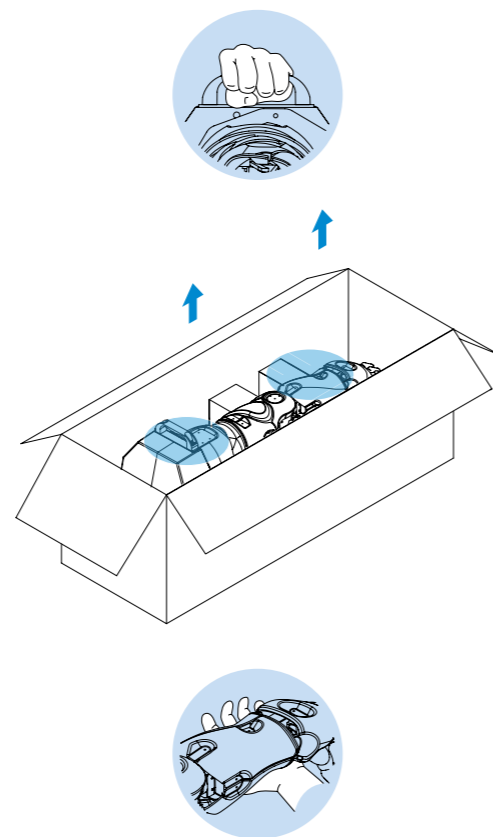

Рисунок 11.
3. Аккуратно достать манипулятор из ложеента за указанные места (рисунок 11)